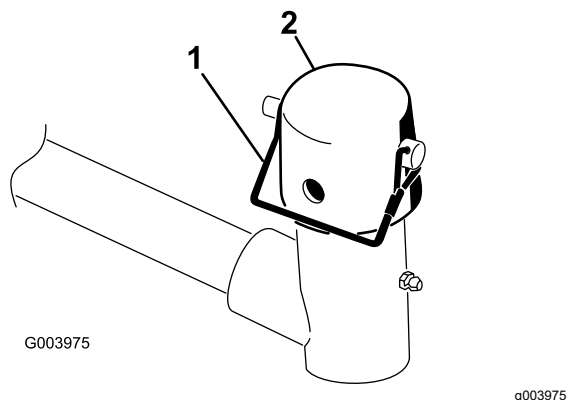

Figure 4
3. Sur le bras de levage de chaque unité de coupe, retirez la goupille à fermoir qui fixe le capuchon sur la chape de pivot du bras et déposez le capuchon (Figure 4).